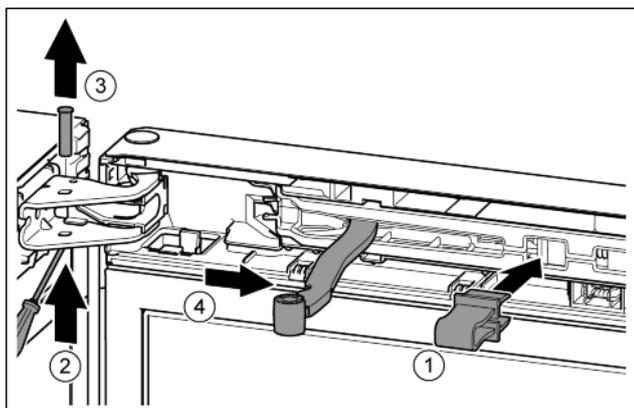

Fig. 13
- ▶ Zakvačite osigurač u otvor. Fig. 13 (1)
- ▶ Odvijačem odvijte svornjake. Fig. 13 (2)
- ▶ Skinite svornjake prema gore. Fig. 13 (3)
- ▶ Okrenite zglob u smjeru vrata. Fig. 13 (4)